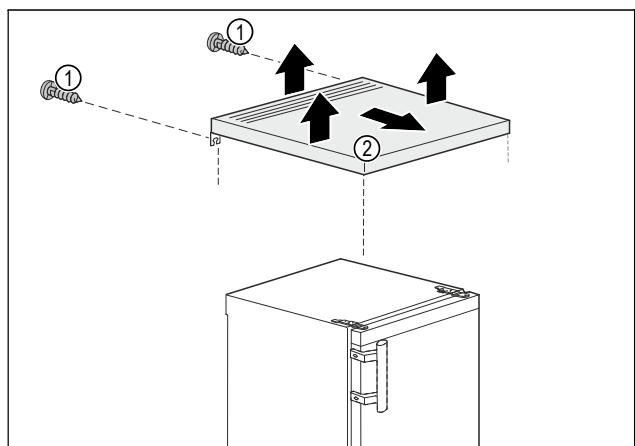

Fig. 3
- ▶ Retirer les vis Fig. 3 (1) à l'arrière.
- ▶ Soulever le plateau de table Fig. 3 (2) à l'arrière.
- ▶ Pousser le plateau de table Fig. 3 (2) vers l'avant.
- ▶ Retirer le plateau de table Fig. 3 (2) par le haut.
- ▶ Le plateau de table Fig. 3 (2) est retiré.